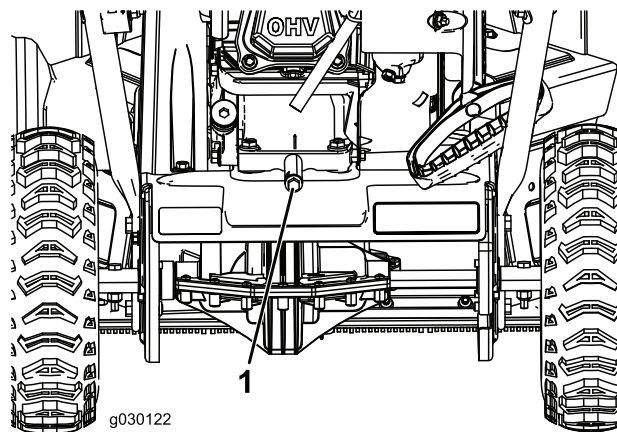

Рисунок 19
2. Поместите поддон для масла под пробку отверстия слива масла, выверните пробку, наклоните машину назад и слейте отработавшее масло в поддон (Рисунок 19).